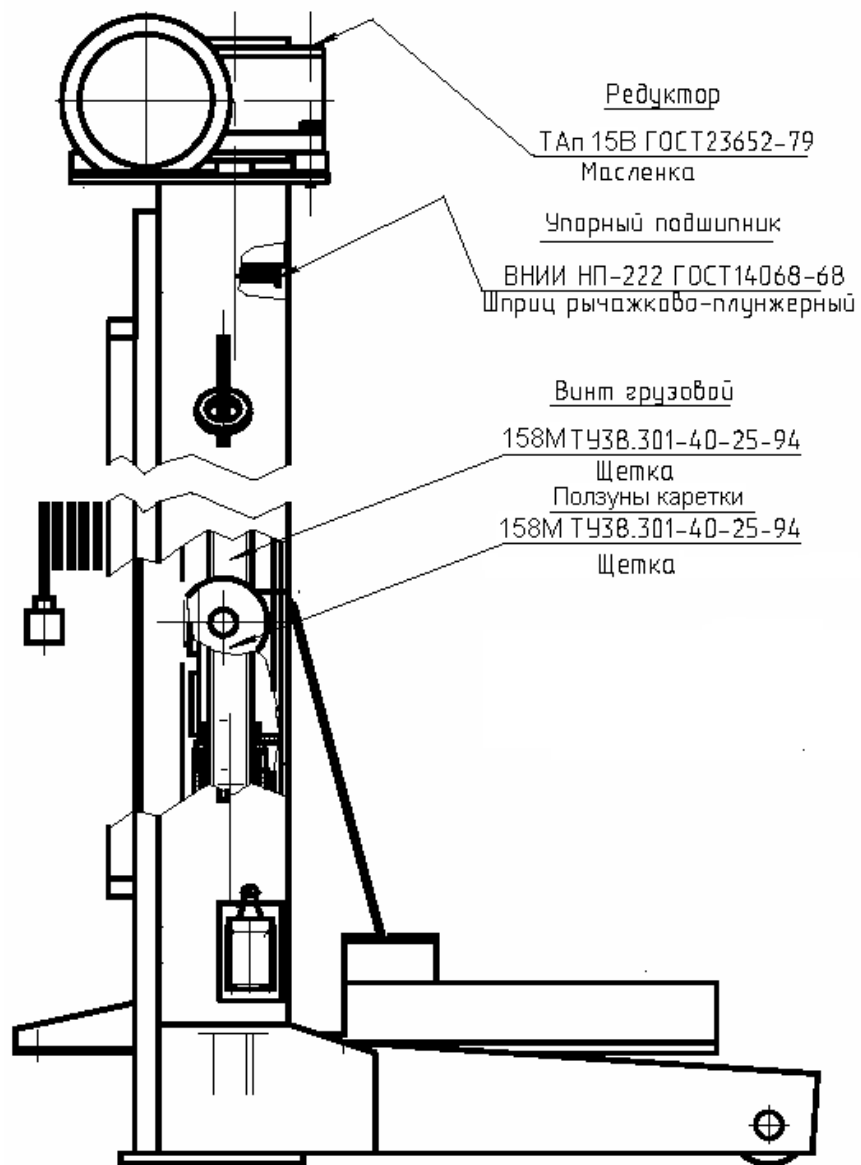

Рис. 6. Карта смазки стойки подъемника ПП-30
6.2.2 Для ревизии состояния смазки трущихся деталей (см. карту смазки на Рис. 6), в каждой стойке необходимо:
- произвести смазку стоек подъемника в соответствии с картой смазки (см. Рис. 6).